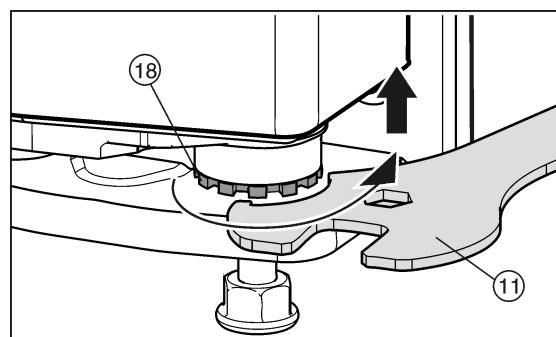

Fig. 30
- Para levantar la puerta, desenrosque hacia la derecha el perno de cojinete *Fig. 30 (18)* con la llave de boca *Fig. 30 (11)* suministrada. El perno de cojinete se entrega completamente enroscado.